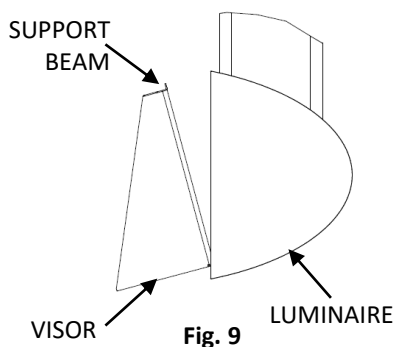

Fig. 9
1. Place LONG TAB of visor in GROOVE. (Fig. 9)
1. Positionner la LONGUE LANGUETTE de l'écran dans la RAINURE. (Fig. 9)